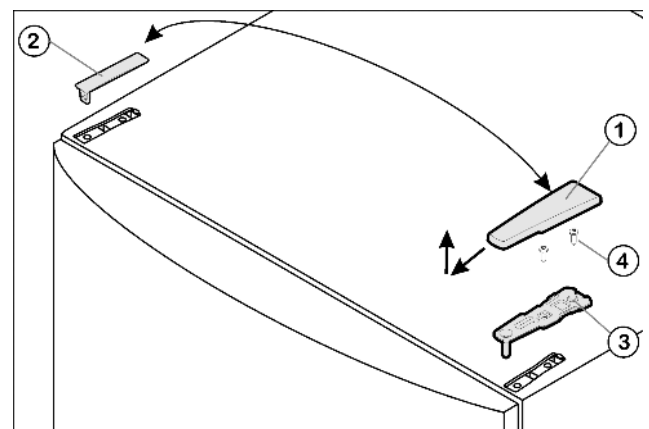

Fig. 4
- ▶ Enlever le cache Fig. 4 (1) vers l'avant et vers le haut.
- ▶ Retirer le cache Fig. 4 (2).
- ▶ Dévisser le support d'appui supérieur Fig. 4 (3) (2 Torx® 25) Fig. 4 (4) et retirer vers le haut.
- ▶ Placer le support d'appui supérieur Fig. 4 (3) sur le nouveau côté charnière de porte.
- ▶ Visser le support d'appui supérieur à fond (avec 4 Nm) (2 Torx® 25) Fig. 4 (4). Pointer les trous de vissage ou utiliser une visseuse sans fil.
- ▶ Faire encliqueter le cache *Fig. 4 (1)* et le cache *Fig. 4 (2)* du côté opposé.